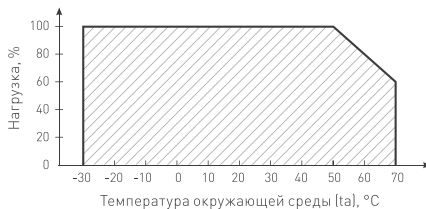

Рис. 2. Максимальная допустимая нагрузка, % от мощности источника
- температура окружающего воздуха от -30 до +50 °С, см. график зависимости максимальной допустимой нагрузки на источник питания от температуры окружающей среды на Рис. 2;
- 4.4. Не нагружайте источник питания более 80% от его максимальной мощности. Учитывайте, что с повышением температуры окружающей среды максимальная мощность источника питания снижается, см. график зависимости максимальной допустимой нагрузки на источник питания от температуры окружающей среды на Рис. 2.